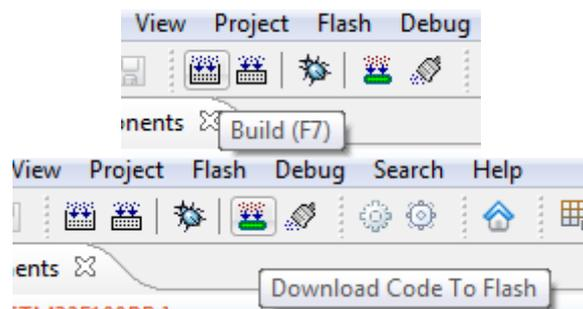

Рис. 3.24. Панели компиляции и загрузки программы
9. Для загрузки программы в микроконтроллер необходимо выполнить *Build(F7)*, затем – *Download code to flash* (рис. 3.24).